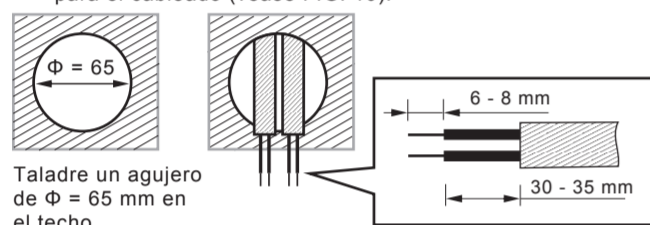

FIG. 10
4.4.2.1 Para instalar el detector, taladre un agujero con un diámetro de 65 mm en el panel del techo y mantenga el cable de potencia en el exterior. Elimine 6 - 8 mm de revestimiento para el cableado (véase FIG. 10).